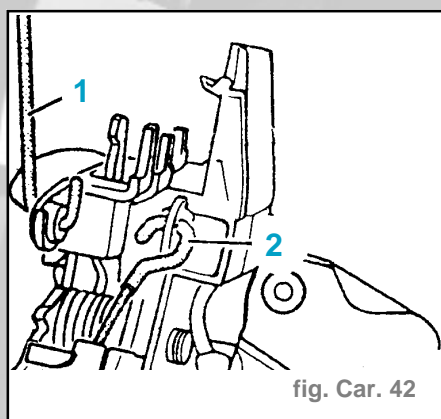

fig. Car. 42
- Décrocher les tringles (1) et (2) (fig. Car. 42)